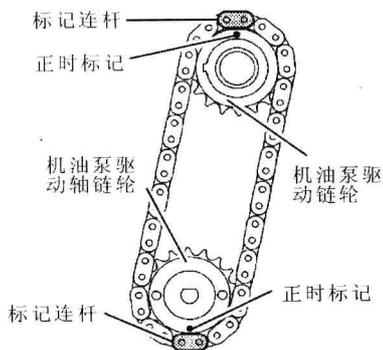

图 1-24 将黄色标记连杆与各齿轮的正时标记对准
(3) 将黄色标记连杆与各齿轮的正时标记对准，如图 1-24 所示。